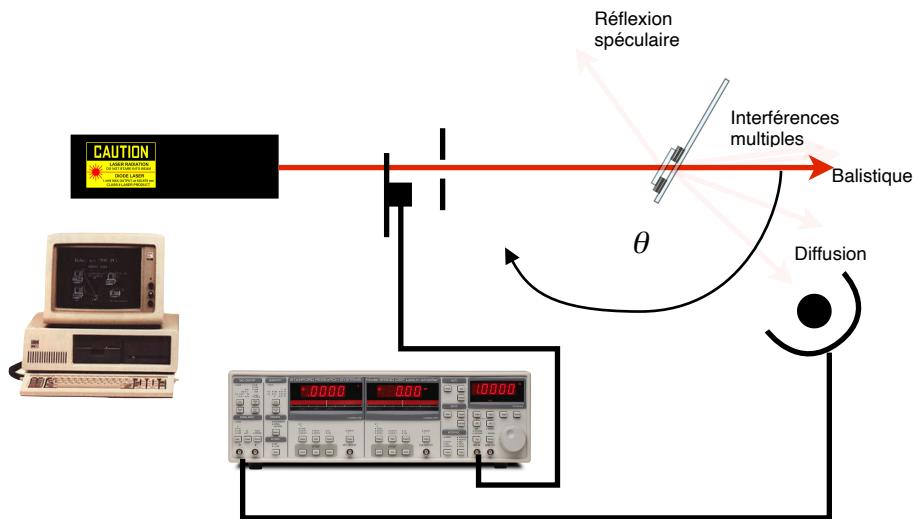

Figure 9: Montage pour les mesures de fonction de phase.
1. À l'aide d'un auxiliaire, familiarisez-vous avec le montage du goniomètre (Fig 9)